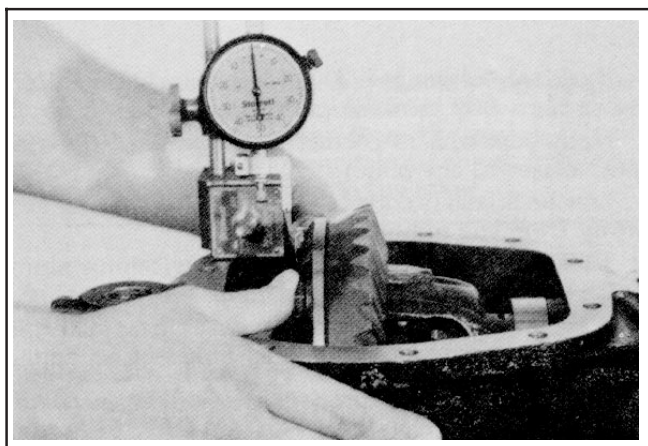
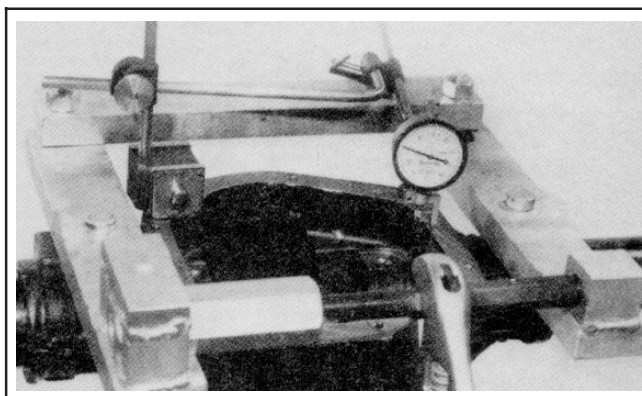

Figura 8-19. Instalación del indicador con cuadrante
Figura 8-20. Instalación del distribuidor y el indicador con cuadrante
La Figura 8-19 muestra la flecha del piñón señalando hacia dos direcciones. La dirección de la flecha que apunta hacia la horquilla final indica que al remover cuñas del piñón, la distancia de la línea del centro del eje al botón del piñón aumenta, resultando en una lectura positiva. El paquete de cuñas de fábrica no afecta la profundidad de asentamiento del piñón. Las flechas en el engranaje sin fin ilustran el método para aumentar o disminuir el juego entre dientes y la carga de fábrica del cojinete del diferencial.
2. Instale un indicador con cuadrante (repuesto Dana no. D-128), tal como se muestra en la Figura 8-19. Asegúrese de colocar el indicador con cuadrante en el tornillo del engranaje sin fin que se muestra. Empalme el engranaje sin fin con el piñón diferencial. Mueva el engranaje sin fin de lado a lado para lograr que los dientes empalmen en el engranaje. Aplicando todavía fuerza a la carcasa del diferencial, calibre el indicador a cero (0).
4. Ensamble la cantidad requerida de cuñas (21) en el cubo de la carcasa del diferencial (en el lado del engranaje sin fin) tal como se determinó en el paso 3. Coloque el cojinete cónico (20) en el cubo. Utilice un instalador de cojinetes y una manivela (repuestos Dana nos. D-156 y S-417) para asentar el cojinete cónico.
6. Instale un separador y un indicador como se muestra en la Figura 8-20. Con mucho cuidado separe la carcasa del portador, pero **NO** más de 0.015 pulgadas (0.381 mm). Quite el indicador.